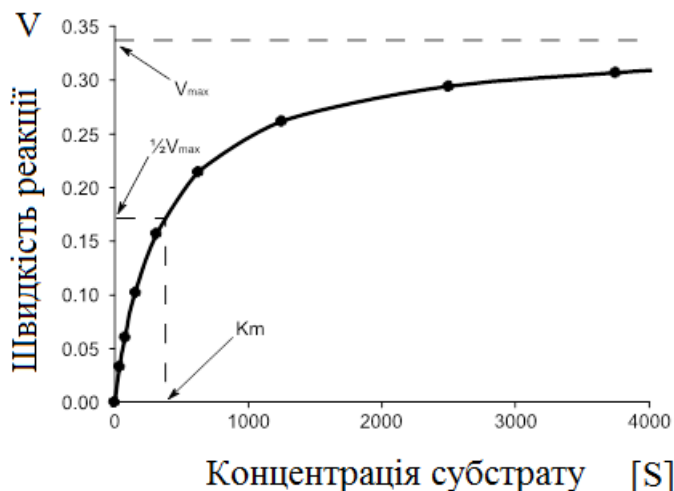

Рисунок 31 – Залежність швидкості ферментативної реакції від концентрації субстрату (крива Міхаеліса)
Швидкість хімічної реакції пропорційна концентрації реагуючих речовин (закон діючих мас). Зі збільшенням концентрації субстрату [S] зростає швидкість (V) ферментативної реакції (рис. 31).
Швидкість реакції виходить на максимальний рівень (V_{max}) і надалі вже не залежить від концентрації субстрату. Залежність швидкості реакції від концентрації субстрату необхідно визначати в частині кривої, нижчій від V_{max} . Технічно легше визначити не максимальну швидкість, а $\frac{1}{2} V_{max}$. Цей параметр є головною характеристикою ферментативної реакції, він дає можливість визначити константу Міхаеліса (K_m) (рис. 31).